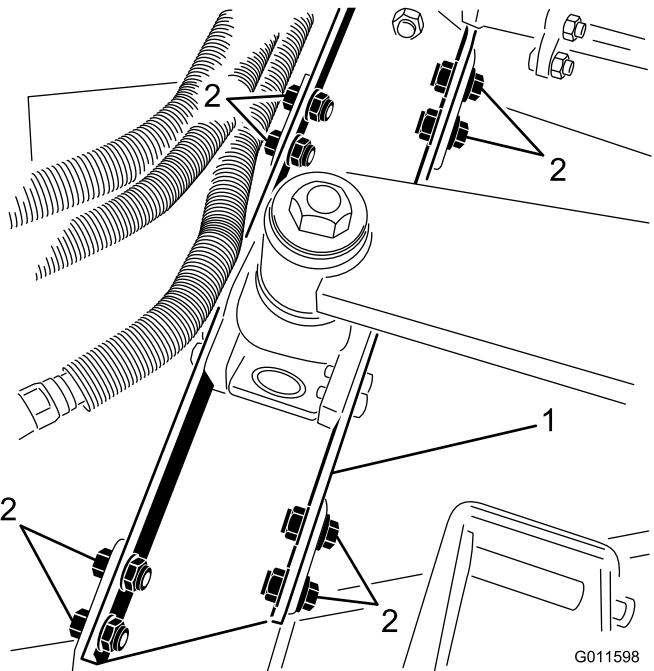

Figura 6
- Retire los (8) pernos, arandelas y contratuerzas que sujetan el soporte del brazo de elevación a los soportes de la plataforma de corte (Figura 6).